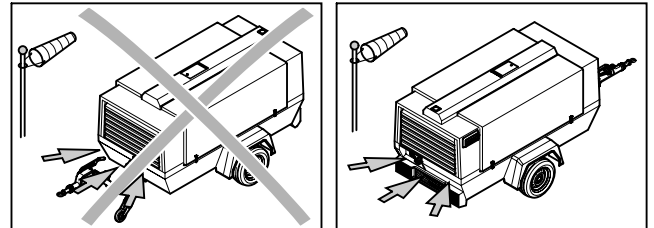

Fig. 3.4 Kompressorns baksida mot vinden
Aktivera parkeringsbromsen genom att dra bromsspaken (3) uppåt. Ställ kompressorn så horisontellt som möjligt; det går dock att använda maskinen tillfälligt med en lutning som inte överskrider 15°. Lägg bromsklotsar (finns att få som tillval) framför eller bakom hjulen om kompressorn är parkerad på en sluttning, så att den inte kan förflyttas. Vänd kompressorns baksida mot vindens riktning (se Fig. 3.4), bort från förorenade luftströmmar och väggar. Undvik cirkulation av avgaser från motorn. Detta leder till överhettning och minskad motoreffekt.